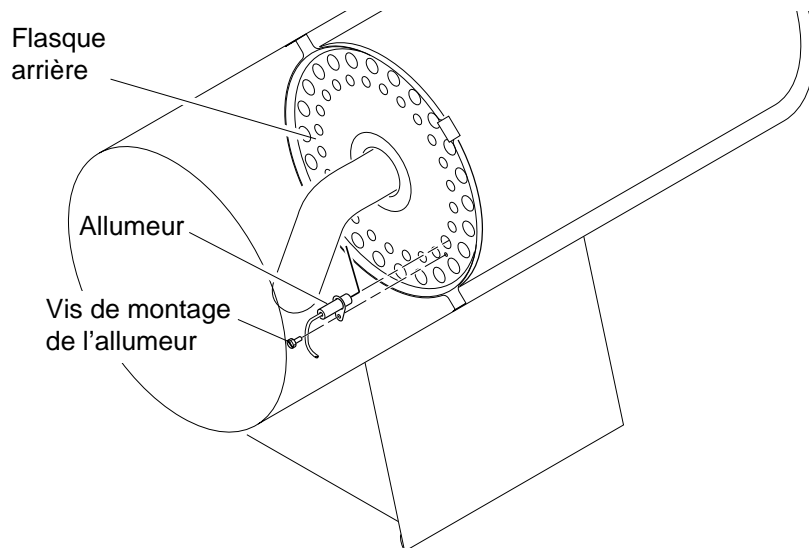

Figure 12 - Retrait de la vis de montage et de l'allumeur
3. Retirer la vis de montage de l'allumeur par le flasque arrière, à l'aide d'une clé à douille ou d'un tournevis standard (voir la figure 12).